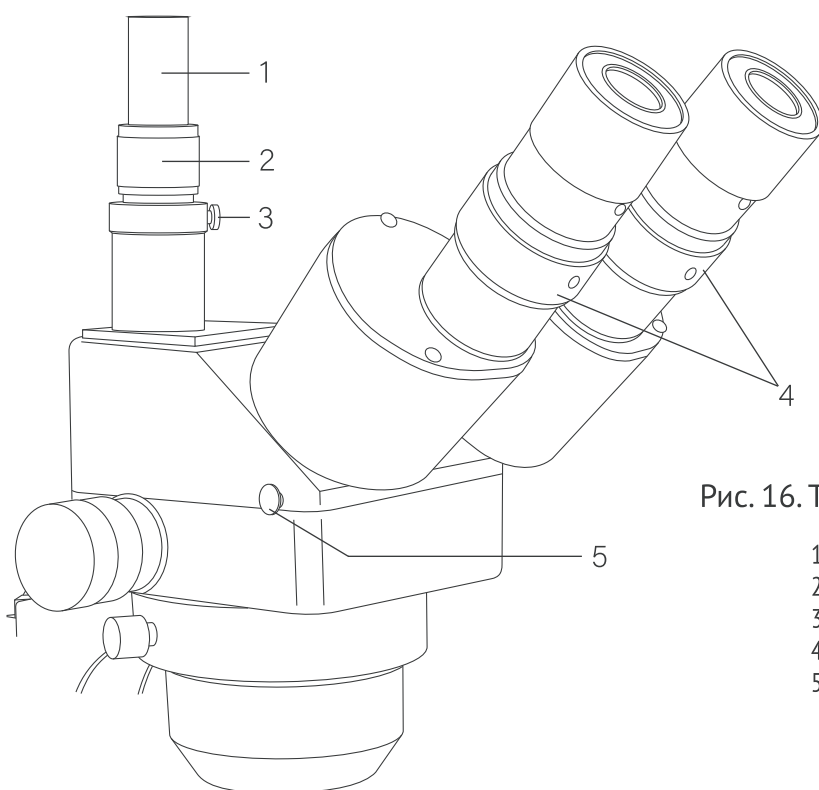

Рис. 16. Тринокулярная головка.
Камера устанавливается в вертикальный тубус канала визуализации 1 (рис. 16) с помощью адаптера из комплекта камеры или приобретаемого дополнительно. Установочный диаметр тубуса 23.2 мм. При необходимости выбора оптического увеличения адаптера необходимо ориентироваться на размер сенсора камеры. Для настраивания точного соответствия фокуса на мониторе и в окуляре микроскопа предназначено кольцо 2 (рис. 16). С его помощью камеру можно сдвигать вдоль оптической оси для фокусировки изображения объекта на мониторе.
- Настройте резкое изображение на мониторе. Для этого вращайте кольцо 2 (рис. 16).
- После настройки затяните винт 3 (рис. 16).
Микромед MC-2-ZOOM вар.1CR оборудован бинокулярной визуальной насадкой и камера устанавливается в любой, удобный для наблюдателя тубус вместо оптического окуляра. Посадочный диаметр окуляра составляет 30.5 мм, поэтому для установки камеры с посадочным диаметром 23.2 мм потребуется переходник 30.5-23.2 из комплекта камеры или приобретаемый дополнительно. Фокусировка камеры производится вращением кольца диоптрийной коррекции 4 (рис. 16).